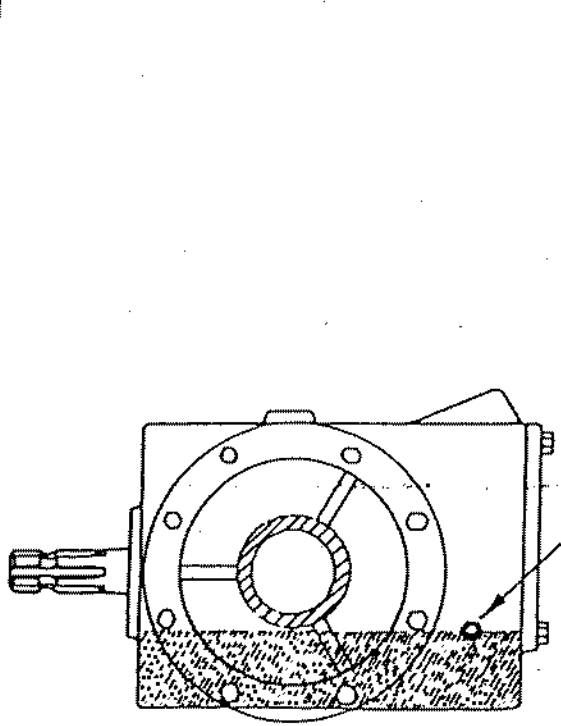

Fig. 2
- B) El grupo o caja central de piñones se rellenará con VALVULINA SAE 140. Para ello basta con aflojar el tapón roscado, procediendo al rellenado hasta que comience la salida por la boca inferior Fig.2.
- C) La transmisión lateral de engranes situada al lado izquierdo, lleva dos tapones roscados, uno arriba y otro en la parte inferior. Para rellenar con VALVULINA SAE 140 se sueltan ambos, procediendo al rellenado por el de arriba hasta que comience la salida por la boca inferior. (Cabida aproximada: 2 litros.). Fig. 2